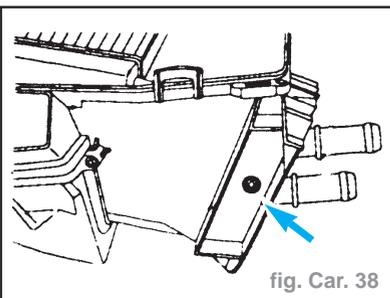

fig. Car. 38
- Déposer le radiateur de chauffage. (fig. Car. 38)